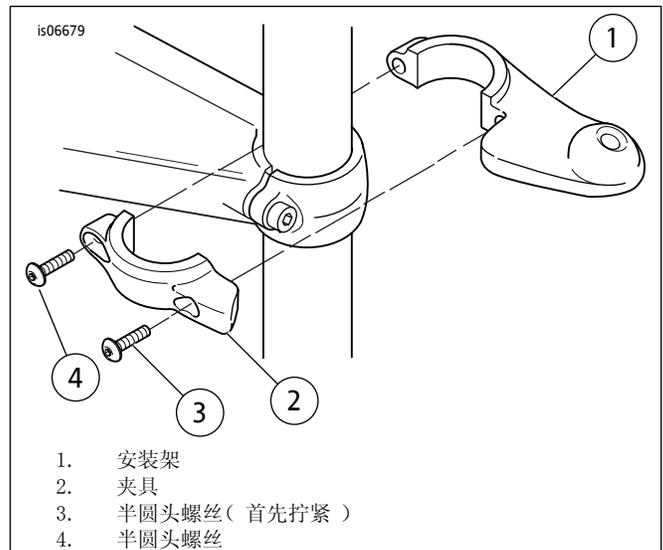

图1。在叉管上安装安装架(图示为右侧)
3. 参见图1。安装架(1)和夹具(2)分左右侧。选择右侧或左侧支架和夹具, 使用套件中的两个半圆头螺丝(3和4)安装至叉管。